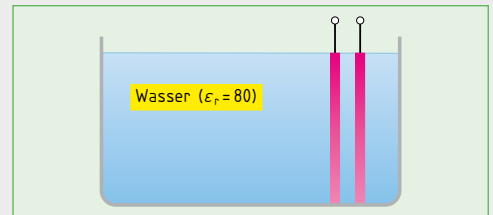

**Bild 2: Gewitter**
7. Personen in einem Kraftfahrzeug (**Bild 2**) sind bei einem Gewitter vor Blitzschlag geschützt. **a)** Erklären Sie, warum Personen vor Blitzschlag im Inneren des Kfz geschützt sind. **b)** Wie nennt man den Fachbegriff zur Teilaufgabe a)? **c)** Beschreiben Sie den Feldlinienverlauf. **d)** Berechnen Sie (Annahme: homogenes Feld) die Spannung, die bei diesem Gewitter entstehen kann.